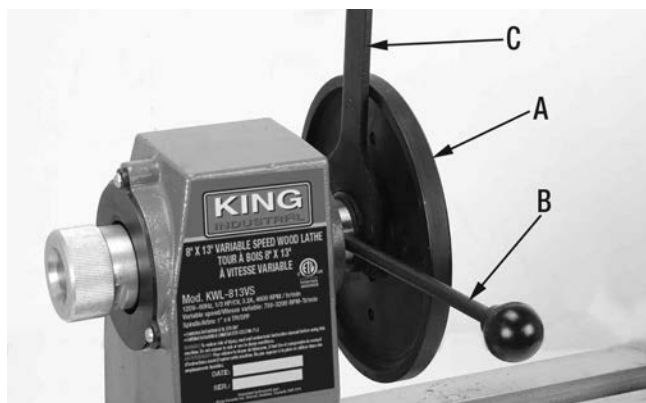

FIGURE 4
Votre tour à bois comprend un plateau de tournage de 5-1/4" (A) Fig.4. Ce plateau vous permet de fixer votre pièce de travail à l'arbre lorsqu'il est impossible de fixer la pièce de travail entre les deux pointes.